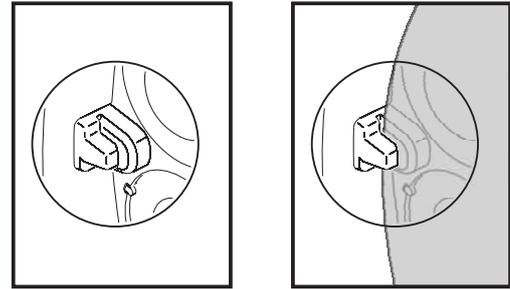

Figura 5: Guia de localização do filtro difusor
3. Coloque filtro difusor sobre a placa da lente de modo que os cortes no difusor se localizem sobre as guias em torno da extremidade da placa da lente (veja a Figura 5).